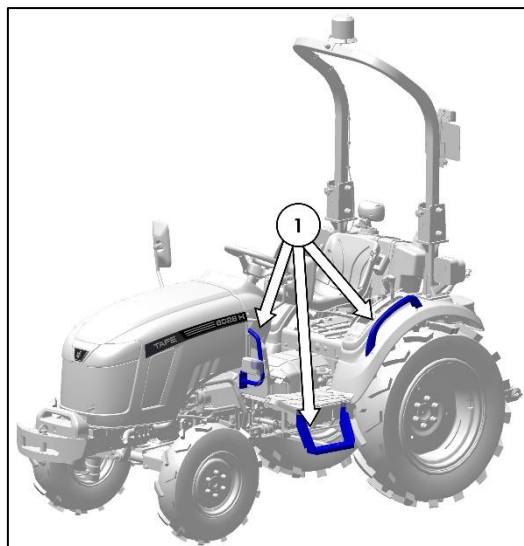

Abb. 36 – BESTEIGEN DES TRAKTORS
- Halten Sie immer an drei Stellen Kontakt (Abb. 36) mit dem Traktor und wenden Sie sich beim Aufsteigen auf den und Absteigen vom Fahrersitz dem Traktor zu. (Kontakt an drei Stellen bedeutet, dass beide Hände und ein Fuß beim Auf- und Absteigen immer Kontakt mit dem Traktor haben).